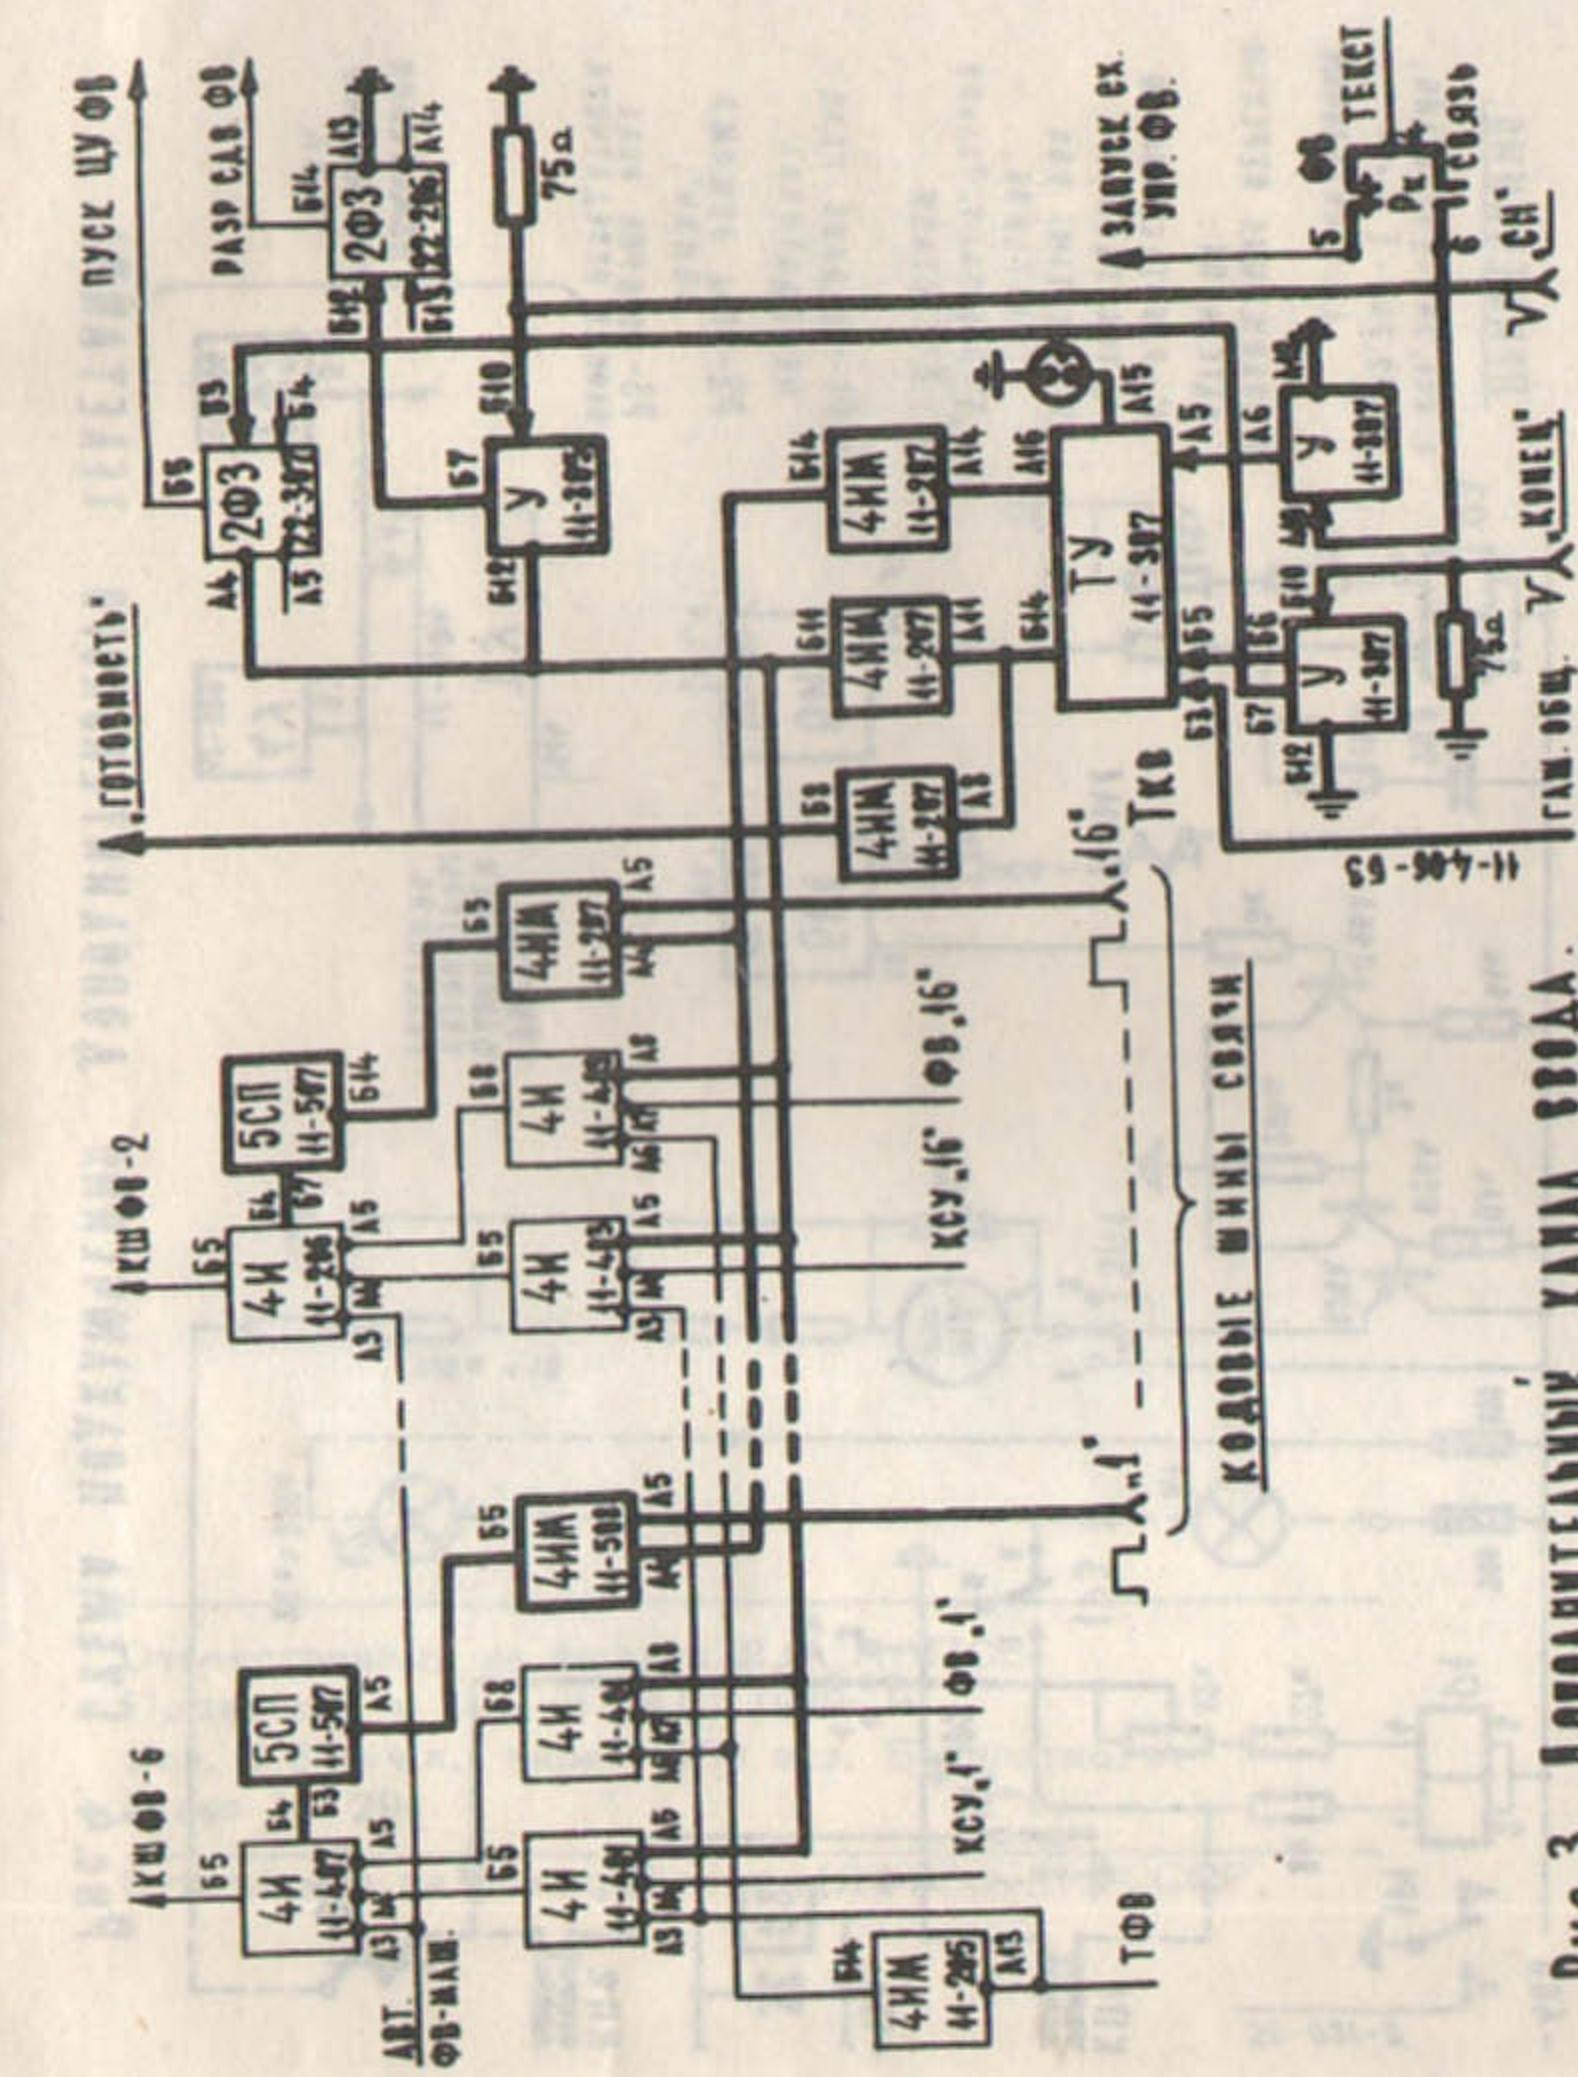

Рис. 3 Дополнительный ход для зондирования.
2) Дополнительный канал ввода (рис.3) организован за счет развития основного канала фотоввода (ФВ) при помощи элементов 4ИМ и 5СИ1. Для управления введен триггер канала ввода ТКВ (11-307). Триггер 11-307 устанавливается в "1" через контакт 4-6 режимного реле Рк при появлении команды "-52". При этом разрешается прохождение на кодовые шины фотоввода (КШФВ) уровней через дополнительные входы 11-508-А5,... и 11-207-А5, и запрещается прохождение уровней от КСУ к ФВ. Одновременно, через инвертор 11-207-Б8, выдается потенциал ГОТОВНОСТЬ, который сохраняется на все время передачи информации и сбрасывается импульсом КОНЕЦ. Сдвиги организуются по импульсам СИ через элементы 11-305 и 22-206.